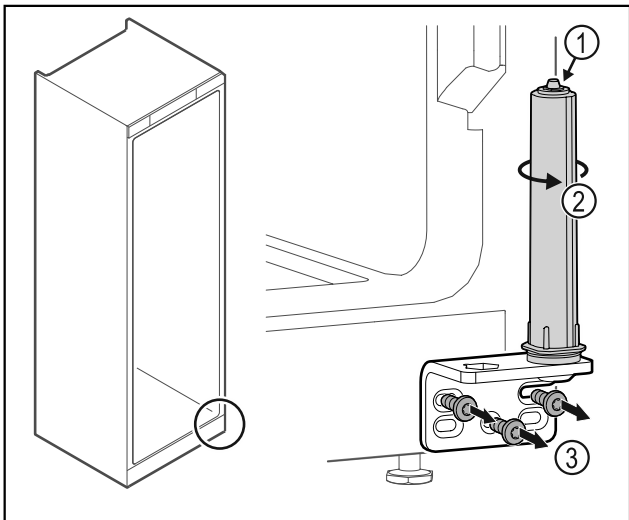

Fig. 31
- ▶ Deursluitsysteem niet uit elkaar halen Fig. 31 (1).
- ▶ Sluitsysteem Fig. 31 (2) draaien tot het klikt.
- ▶ Scharnierhoek Fig. 31 (3) losschroeven.